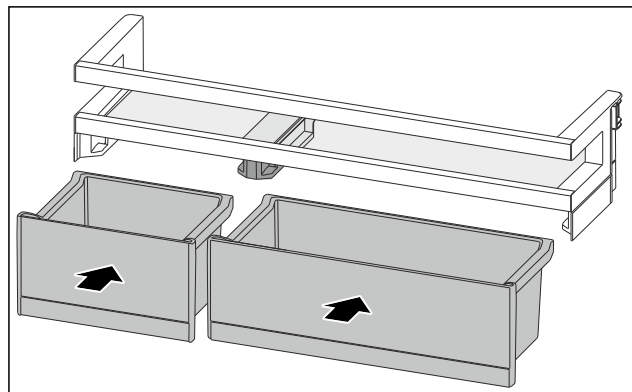

Fig. 86
- Installer les VarioBoxes dans l'agencement inverse. (voir Fig. 86)